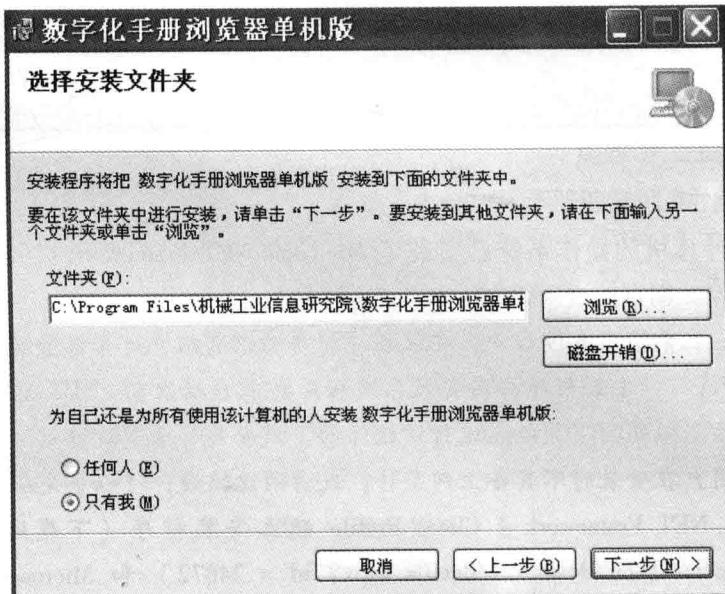

图 1-5 “选择安装文件夹”窗口
5) 进入图 1-5 所示的“选择安装文件夹”窗口。系统推荐的安装目录是 C:\Program Files\机械工业信息研究院\数字化手册浏览器单机版，如果同意安装在此目录下，单击“下一步”按钮。如果希望安装在其他的目录中，单击“浏览”按钮，在弹出的对话框中选择合适的文件夹后，并根据具体情况选择浏览器是个人使用还是所有人使用，然后单击“下一步”按钮。